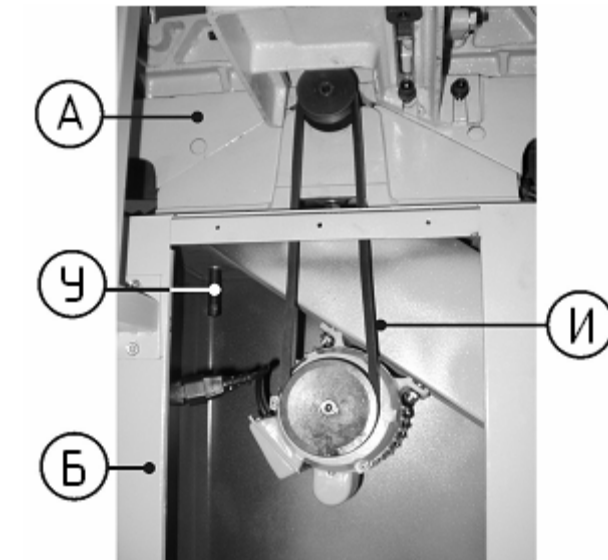

Рис.3
9.1. Сборка основания и машины (Рис.3)